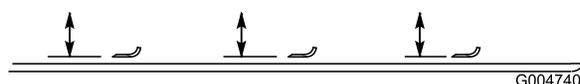

図 143
4. デッキの天井から各ブレードの前端の刃先までの距離を測る 図 143。